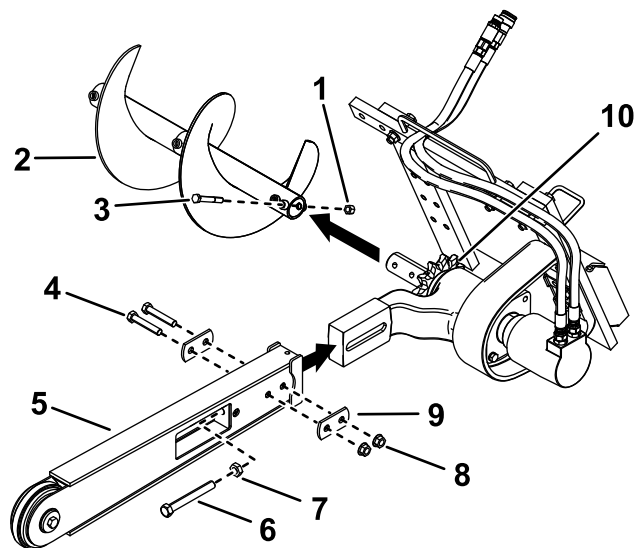

図 4
3. スポイルオーガを固定しているボルトとナットを外してオーガを取り外す 図 4。
4. ブームの側面に付いているボルト 5/8 x 3-1/2 本、ナット 5/8" 2 個、ダブルワッシャ 2 枚を外す 図 4。
5. 調整ボルトとジャムナットをゆるめる 図 4。